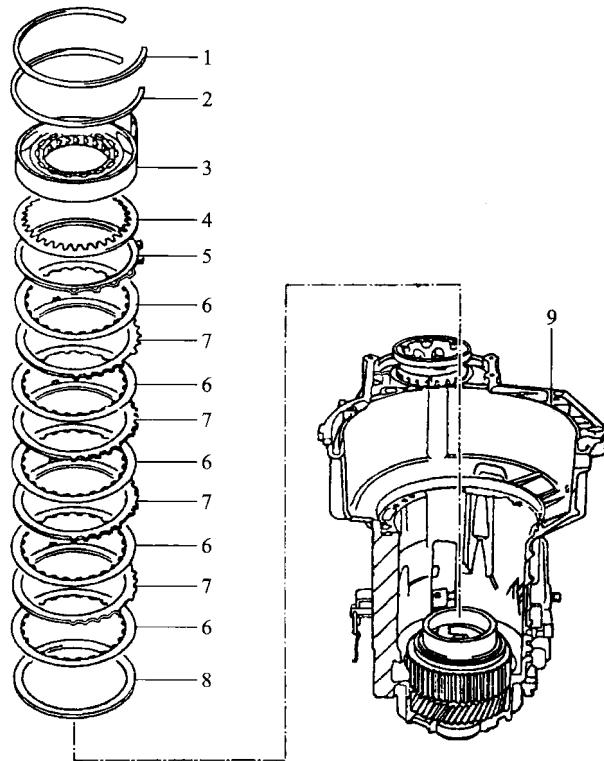

图 5-24 取出倒挡制动器  $B_1$  的摩擦片
(17) 取出倒挡制动器  $B_1$  的摩擦片,如图 5-24 所示。
倒挡制动器  $B_1$  的零件分解图如图 5-24 所示。